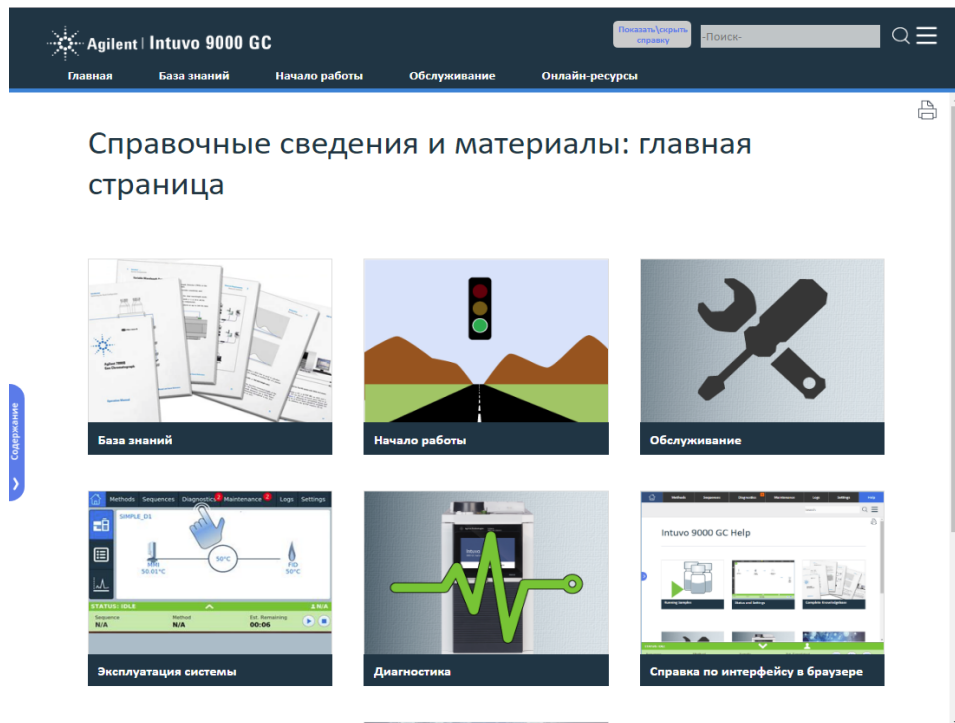

Рис. 4 Домашняя страница веб-справки Intuvo "Справочные и другие сведения"
- 4 Нажмите кнопку Enter («Ввод»). В браузере запустится веб-справка Intuvo. См. Рис. 4.